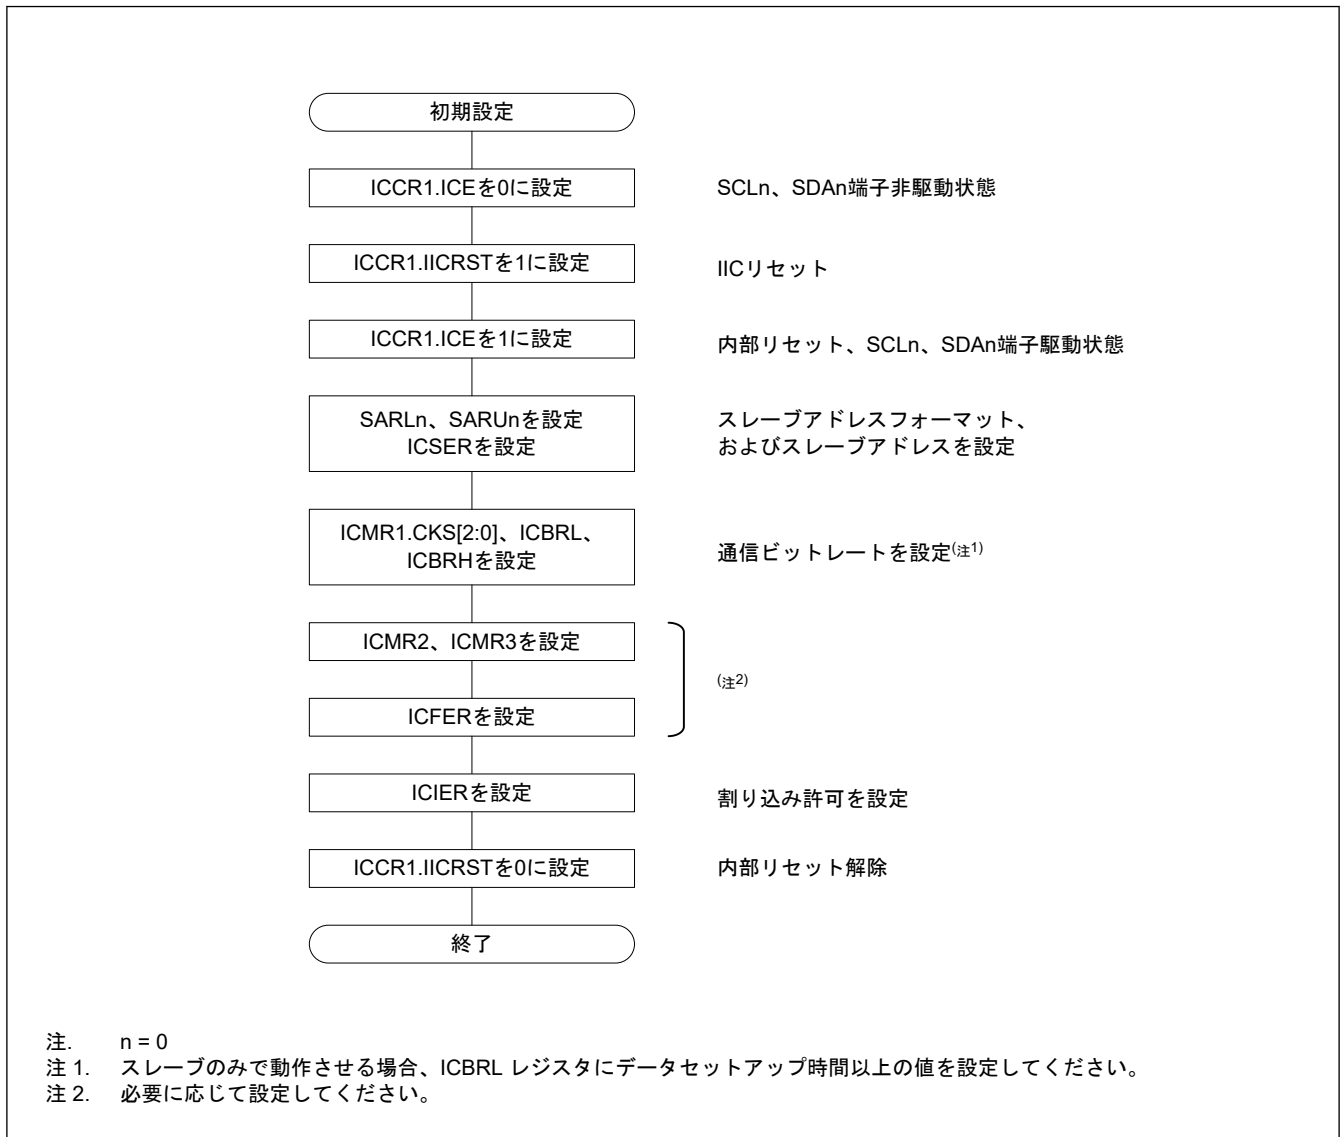

図 28.5 IIC の初期化フローチャート例
データの送受信を開始する前に、図 28.5 に示す手順に従って IIC を初期化してください。
- SARLy、SARUy、ICSER、ICMR1、ICBRH、および ICBRL レジスタ (y = 0~2) を設定し、必要に応じてその他のレジスタを設定します。IIC の初期設定については、図 28.5 を参照してください。